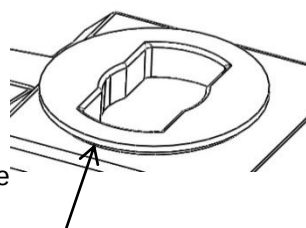

**Figure 5 -
3. To install the Safety Chain Lock Assemblies, place the Safety Chain Lock Assembly on top of the q-turn pucks (see Figure 6 below). Rotate the Safety Chain Lock Assembly 90 degrees until the center lock drops into place (see Figure 4). To remove the Safety Chain Lock Assembly lift the center lock and rotate the complete assembly 90 degrees (see Figure 5).
4. When not using the Pop-In™ Gooseneck ball place it in the supplied bag (4) and put the gooseneck cover (3) in its place.
3. Pour installer les dispositifs de verrouillage pour chaîne, placer ces derniers sur le dessus des réceptacles « q-turn » (voir la Figure 6 ci-dessous). Tourner le dispositif de verrouillage de 90 degrés jusqu'à ce que le verrou central tombe en place (voir la Figure 4). Pour retirer le dispositif de verrouillage, soulever le verrou central et tourner tout l'assemblage de 90 degrés (voir la Figure 5).
4. Lorsque la boule col-de-cygne Pop-In™ n'est pas utilisée, la placer dans son sac de rangement (4) fourni et remettre le couvercle col-de-cygne (3) en place.